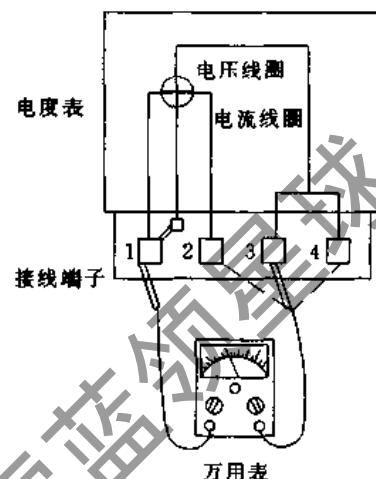

图5-25 用万用表测量单相电度表的接线端
③ 对于接线端标记不清的单相电度表，可根据电压线圈电阻值大，电流线圈电阻值小的特点，用万用表来确定它的内部接线。通常，电压线圈的一端和电流线圈的一端接在一起位于接线端“1”，如图5-25所示。将万用表置于  $R \times 100\Omega$  挡，一支表笔与接线端“1”相接，另一支表笔依次接触“2”、“3”、“4”接线端。测量电阻值近似为零的是电流线圈的另一接线端；电阻值大的，在 $1k\Omega$  以上的是电压线圈的另一接线端。
④ 被测电路在额定电压下空载时，电度表转盘应静止不动，否则必须检查线路，找出原因。在负载等于零时，电度表转盘仍稍有转动，属于正常现象，称“无载自转”或“潜动”，但转动不应超过一整圈。
⑤ 电度表接入被测电路时转盘发生反转现象，要进行具体分析。单相电度表、三相两元件有功电度表、三相三元件有功电度表的转盘反转，是由于电度表发生故障，或错误接线所致，要认真检查，加以排除。采用单相电度表测量三相三线制或三相四线制供电电路，在功率因数过低时，可能会使其中一只电度表转盘反转，这是正常现象，其总有功电度数应为单相电度表计量的代数和。